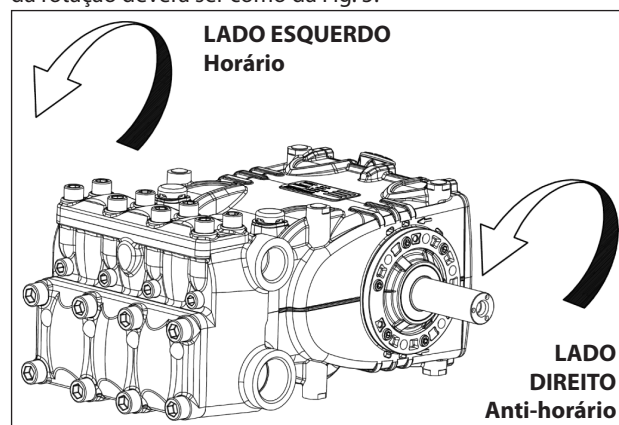

Fig. 5
O sentido da rotação é indicado por uma seta posicionada no carter, próximo ao eixo da tomada de movimento. Posicionando-se na frente do cabeçote da bomba, o sentido da rotação deverá ser como da Fig. 5.
N.B. A versão relacionada da Fig. 5 é direita.